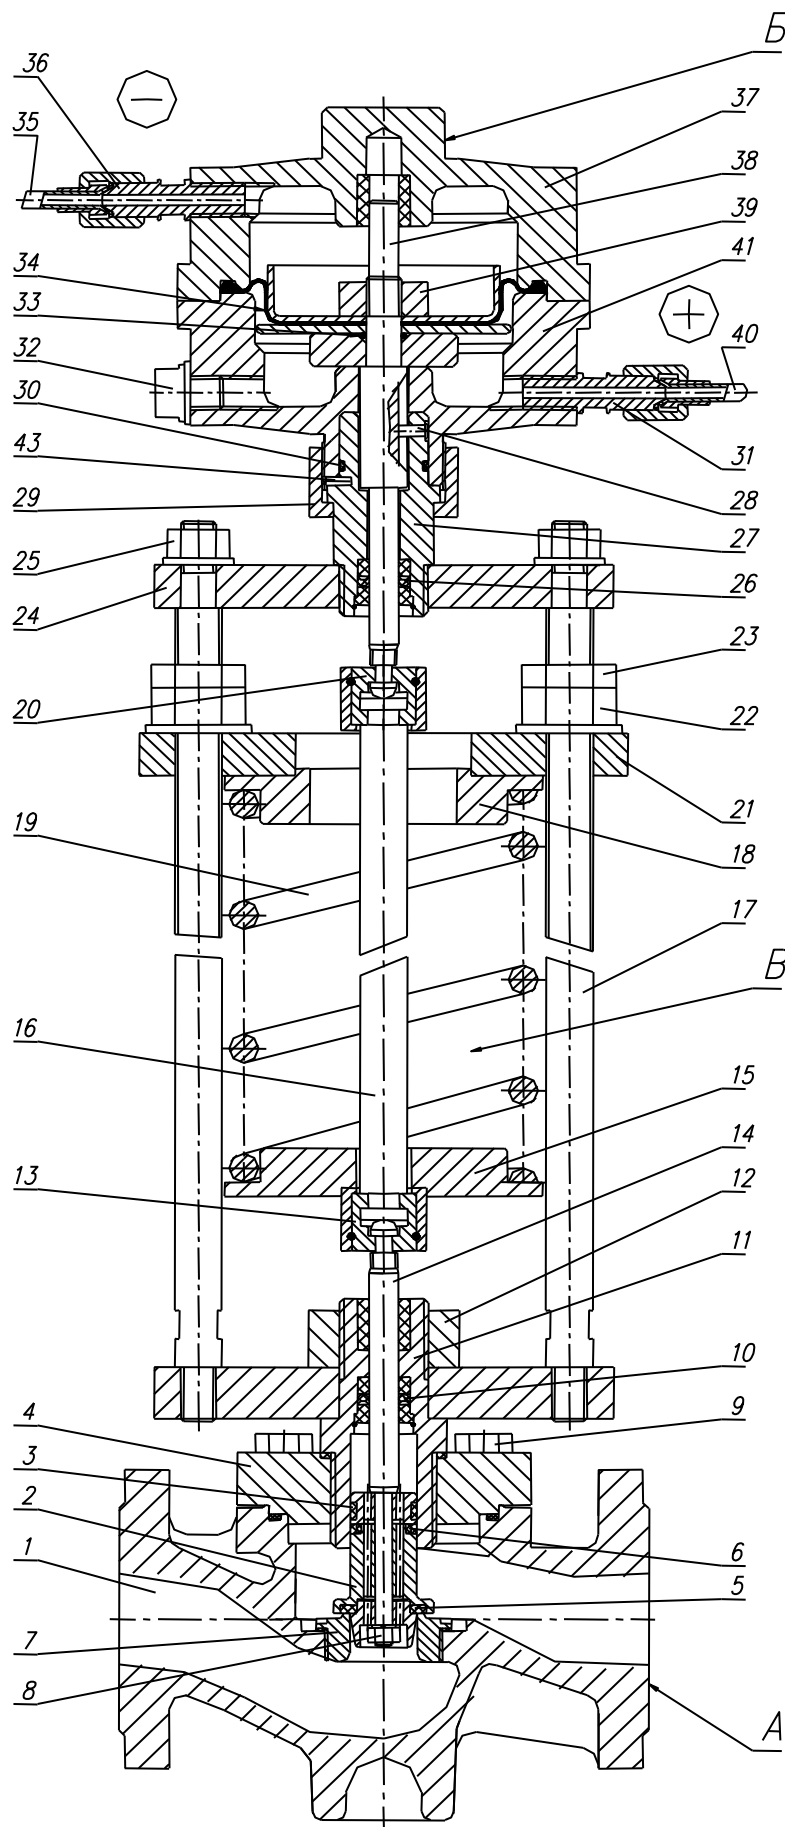

Рисунок 1. Общее устройство регулятора РД-В-XX.XX.X.1
2.2.5. Регулятор устанавливается на горизонтальном участке трубопровода согласно схеме подключения (см. рис.1 приложения А или рис 2). Перед регулятором установить магнито-сетчатый фильтр.